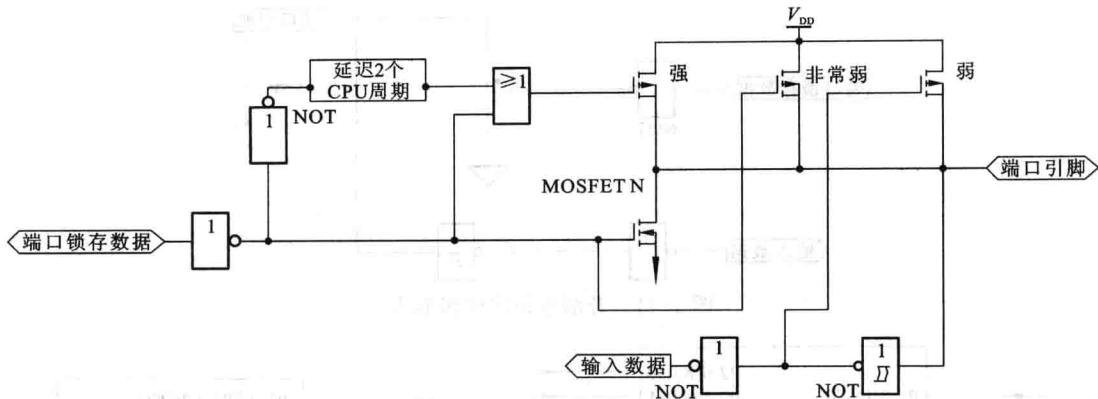

图 1-8 标准双向输入/输出接口操作形式
- (1) 每个引脚都可作为输入/输出，均可和 5 V 工作电平的 TTL 电路相连接。
- (2) 输出时具有数据锁存功能，输出数据后会保留在 I/O 口引脚上。
- (3) 在输入时内含上拉电阻器，且为施密特电平，可避免不明确的逻辑电平。
- (4) 每个引脚可由程序配置 4 种操作形式：
- (a) 标准双向 I/O：标准 MCS-51 的输入/输出口，输入时有上拉电阻器，输出高电平时电流 I_o 很小，如图 1-8 所示。